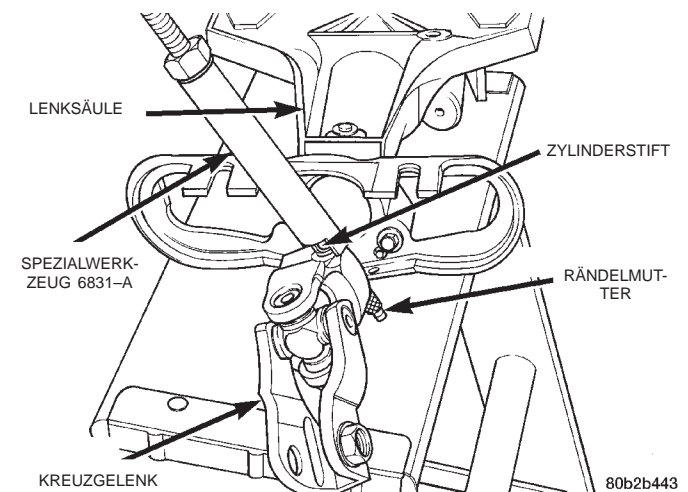

Abb. 29 Zylinderstift aus dem Kreuzgelenk ausbauen
(1) Lenksäule aus dem Fahrzeug ausbauen. Arbeitsanleitung hierzu siehe "Lenksäule" im Abschnitt "Aus- und Einbau" in diesem Kapitel.
(2) Abzieher, Spezialwerkzeug 6831-A, durch die Mitte des Zylinderstifts im Kreuzgelenk schieben und Rändelmutter aufschrauben (Abb. 29).